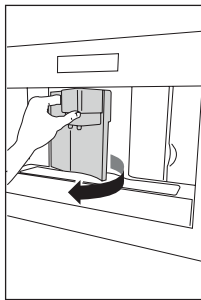

Fig. 23
- Aprire lo sportello di servizio (Fig. 23).